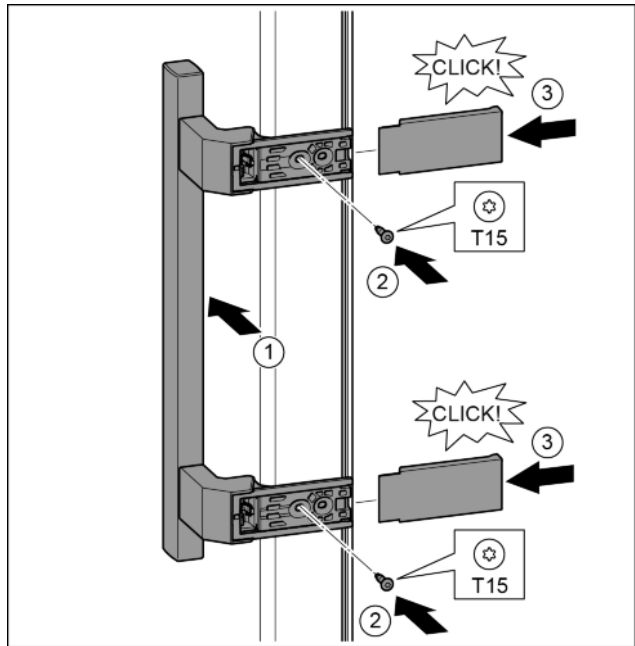

Fig. 16
- ▶ Поставете дръжката от другата страна. Fig. 16 (1)
- ▶ С отвертка T15 затегнете винтовете. Fig. 16 (2)
- ▶ Поставете отстрани капците и ги нахлузете. Fig. 16 (3)